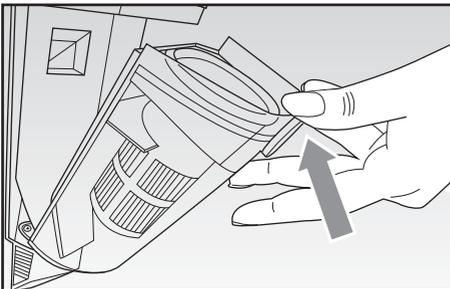

Abb. 12
- Die Entriegelungstasten drücken und den kompletten Behälter abnehmen (Abb. 12).